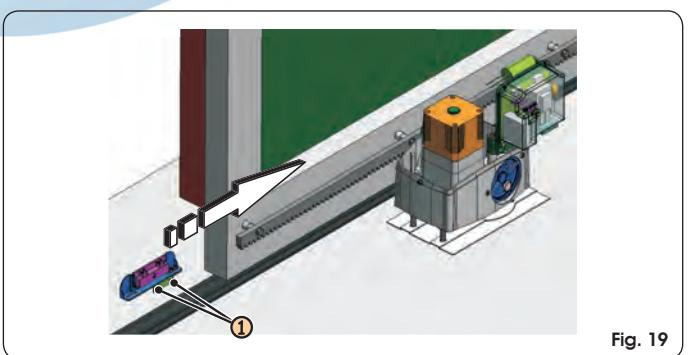

Fig. 19
② Prepare el operador para el funcionamiento manual, como se indica en el párrafo 8, y alimente el sistema
③ Coloque manualmente la cancela en posición de apertura dejando 4 cm del tope mecánico de final de carrera.
④ Deslice sobre la cremallera, en la dirección del motor, el imán más cercano al operador, véase figura 19. Tan pronto como el diodo correspondiente al final de carrera presente en la tarjeta se apague, haga avanzar el imán otros 10 mm y fíjelo con los tornillos (Fig. 19 ref. ①).